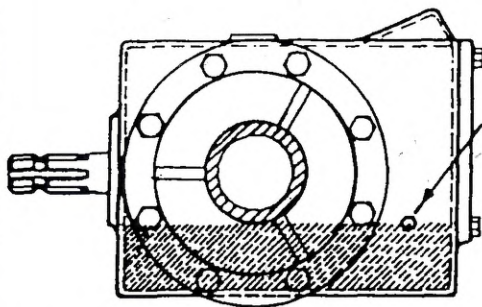

Fig. 1
- 6.- Nous recommandons pour la bonne conservation de la prise de force, laisser un jeu de 5 cm. quand l’appareil est placé en position travail (fig.1) Si vous ne pouvez pas faire le réglage correct, il faut rectifier la position de la machine, avec l’aide du fuseau du troisième pont.
Cette information doit être obtenue avec la machine travaillant à une profondeur moyenne (fig. 1).